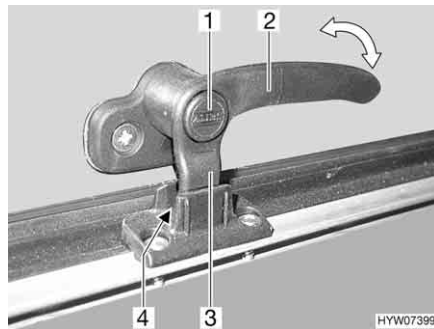
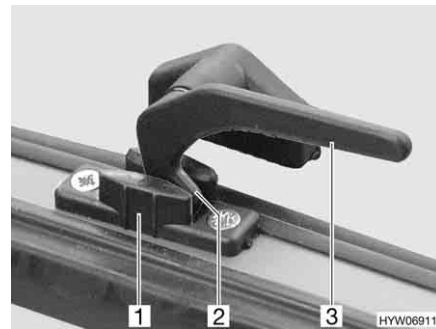

Fig. 55 Levier de verrouillage avec bouton de sécurité en position "Aération permanente"
Fig. 56 Levier de verrouillage en position "Aération permanente"
- En position "Aération permanente" (Fig. 55 et Fig. 56)
- S'il existe, appuyer sur le bouton de sécurité (Fig. 55,1) et le maintenir enfoncé.
- Tourner le levier de verrouillage (Fig. 55,2 ou Fig. 56,3) d'un quart de tour vers le centre de la fenêtre.
- Remettre le levier de verrouillage en position initiale. Le tenon de verrouillage (Fig. 55,3 ou Fig. 56,2) du levier de verrouillage doit pénétrer alors dans le logement prévu à cet effet dans le verrouillage de fenêtre (Fig. 55,4 ou Fig. 56,1).
- Relâcher le bouton de sécurité (Fig. 55,1).